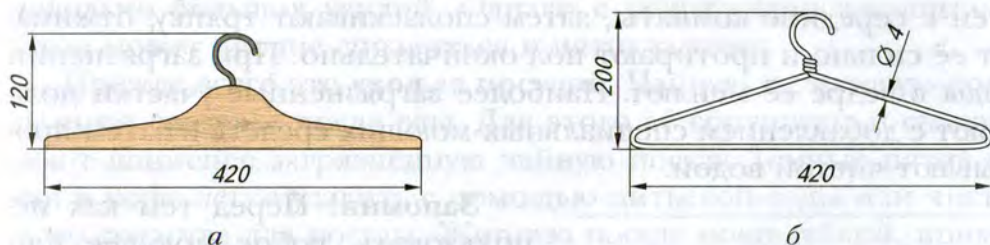

Рис. 168. Вешалка для одежды: а — из древесины лиственных пород;
**1.** Вешалка из древесины (см. рис. 168, *а*): выпилить заготовку, прострогать, зачистить; изготовить крючок, соединить на клею, покрыть изделие лаком.
**2.** Вешалка из проволоки (см. рис. 168, *б*): согнуть заготовку, зачистить, окрасить светлой эмалью.